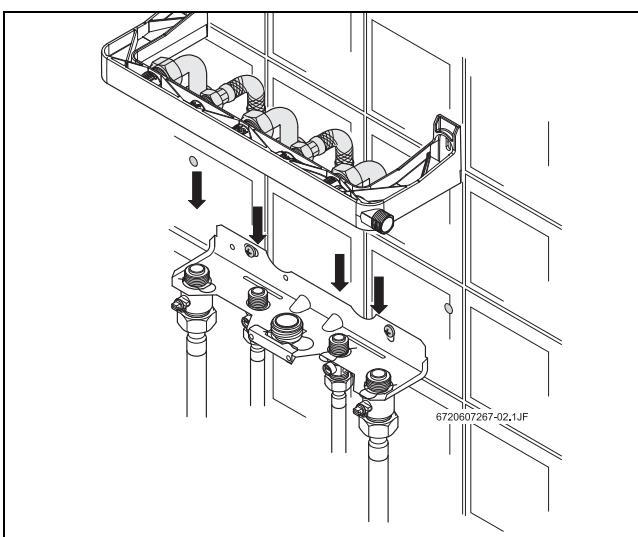

Рис. 19 Подключение установочного комплекта
- Присоединить трубы установочного комплекта к подводящим трубам (Рис. 19).